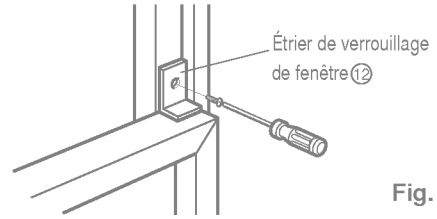

Fig. 9
- Fixez l'étrier de verrouillage de fenêtre ⑫ à l'aide d'une vis de type C ⑦. (Voyez la fig. 9)